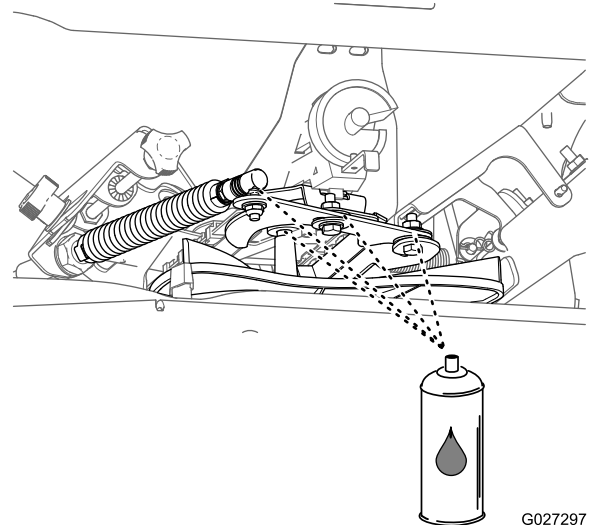

Figura 59
9. Aplique un lubricante hidrófugo a los componentes como se muestra en la Figura 59.